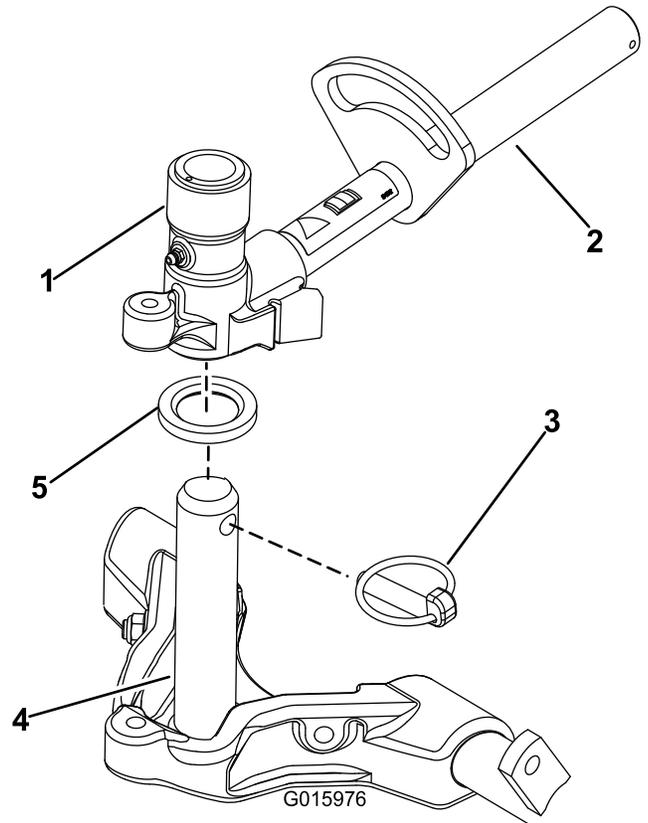

Bild 14
8. Schmieren Sie den Trägerrahmen mit sauberem Schmiermittel ein (Bild 14).
9. Vorderen Mähwerke: Schieben Sie ein Mähwerk unter den Hubarm und schieben Sie gleichzeitig den Trägerrahmenschaft in das Gelenkjoch des Hubarms (Bild 14). Stellen Sie sicher, dass die Druckscheibe auf der Trägerrahmenwelle ist.
10. Befestigen Sie die Trägerrahmenwelle mit dem Einraststift am Hubarmjoch (Bild 14).
- B. Setzen Sie das Hubarmjoch in den Trägerrahmenschaft ein (Bild 14).